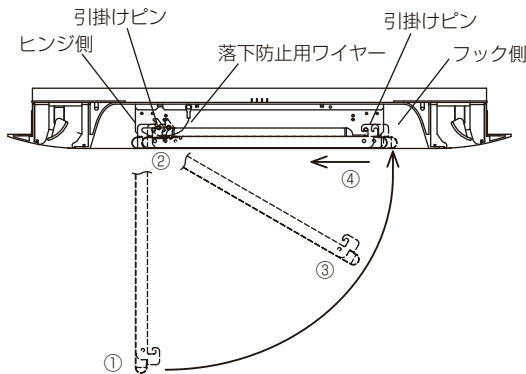

図14
※サービスパネルの取付けの項の図14を参照ください。
方向を合わせたら仮止めしたパネル取付ネジ（長）にパネル本体吸込口部の切欠き穴を引掛けます。（図7）最初に反配管側、次に配管側を引掛けます。（図14）（配管側はパネル取付ネジ（長）を内側に押しつけて引掛けると作業が楽に行えます）
サービスパネルを図14の①～④の順番に動かして取付けます。